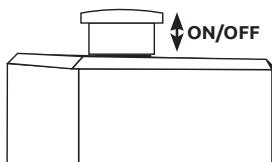

Figure 2
- ▶ Aprire la valvola di uscita, impostare la manopola dell'interruttore di pressione in posizione "ON" (Fig.2) e lasciare che il compressore eserzi scada per 10 minuti senza carico, al fine di garantire la lubrificazione delle parti in movimento prima del servizio regolare.